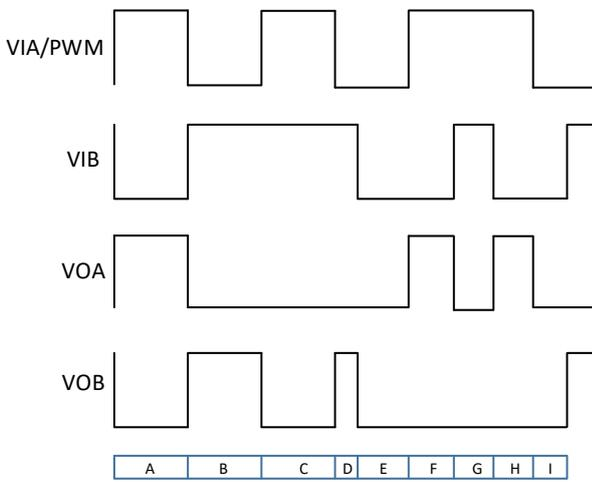
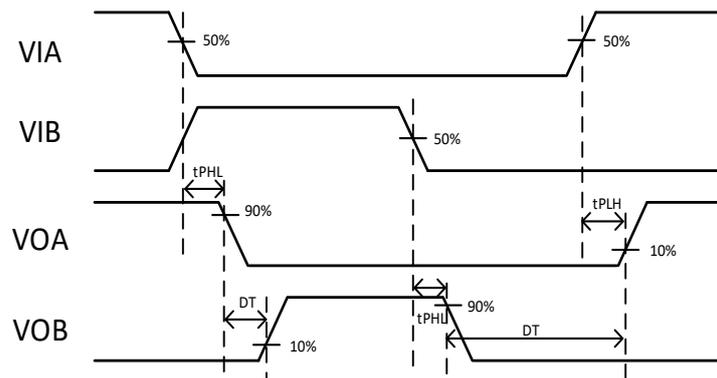

图 13-2 高侧/低侧双输入驱动器的输入/输出波形
图 13-3 高侧/低侧双输入驱动器的死区时间波形
所有半桥式驱动器 (Gid340X) 都包括可编程重叠保护以防止 VOA 和 VOB 同时为高。这些器件也包括可编程死区时间，在 VOA 和 VOB 瞬态间添加了用户可编程的延时。启用后，死区时间应用于所有瞬态，即使是在重叠恢复后。死区时间延时量 (DT) 由按从 DT 输入接地的一个电阻 (R_{DT}) 编程。公式 1 请注意，死区时间引脚可连接到 VDDI 或保持浮动以便在约 400ps 下提供额定死区时间。驱动 VIA 和 VIB 的器件应提供 TDD 最小死区时间以避免激活重叠保护。两个输入驱动器输入/输出时间波形见图 13-2，死区时间波形见图 13-3